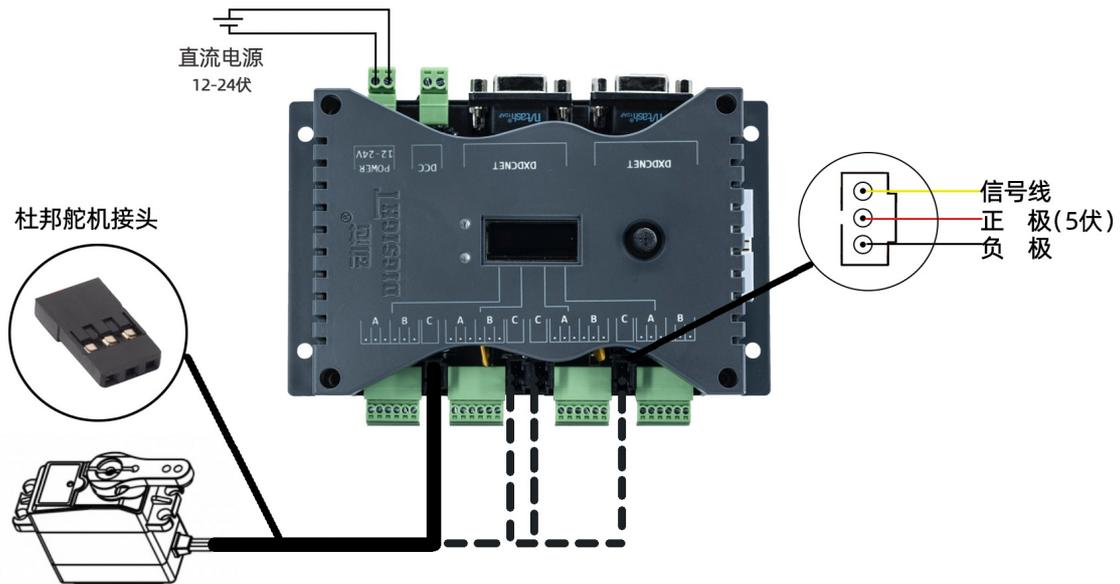

图 3-7:舵机与 5601 连接示意图
**注意：**如图 3-7 所示，5601 附件解码器的 C 口对应的接线分别信号线、正极线和负极线，连接舵机时请注意按照对应接线顺序连接。C 口的最大输出功率是 10W，耐压 5V，在购买舵机时请选择在相应功率范围内的舵机，另外，C 口是标准舵机接口，请选择如图 2-7 所示的杜邦插头的舵机。